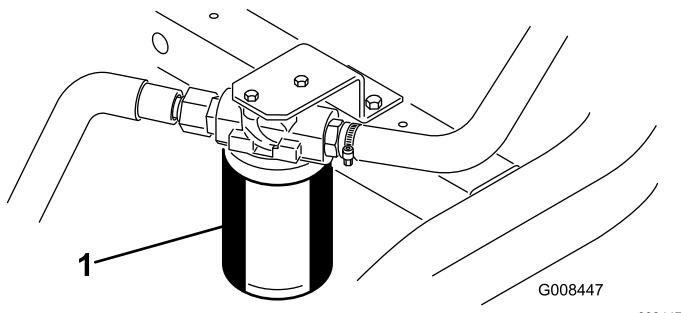

図 51
1. フィルタ容器の周辺をウェスできれいにぬぐう図 51。フィルタの下に廃油受けを置いてフィルタを外す。